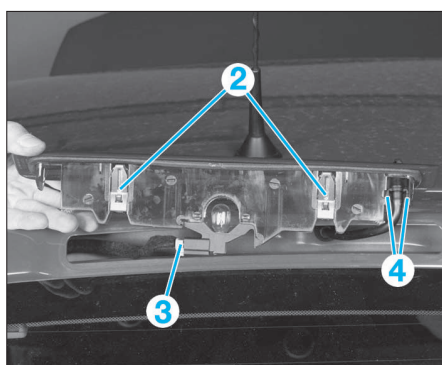

FIG. 100
- Exercer une pression sur les clips (2), avec le tournevis, pour déclipser le feu de stop surélevé (Fig.100).